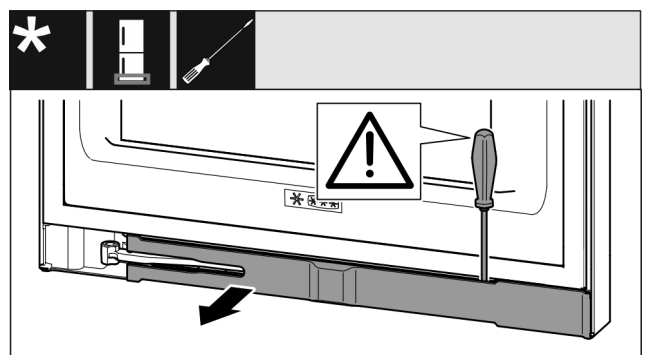

Fig. 13
- Blende mit Schlitzschraubendreher austrasten und zur Seite schwenken. (siehe Fig. 13)